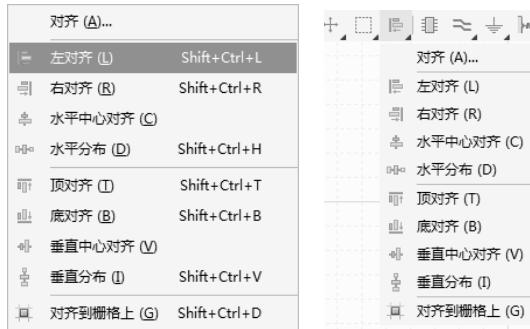

图 5-27 排列与对齐命令
(1) 执行菜单命令“编辑-对齐”，即可进入排列与对齐命令菜单，如图 5-27 所示。
(2) 直接按快捷键“A”。
(3) 图标命令  和排列与对齐命令是一一对应的，如图 5-27 所示。